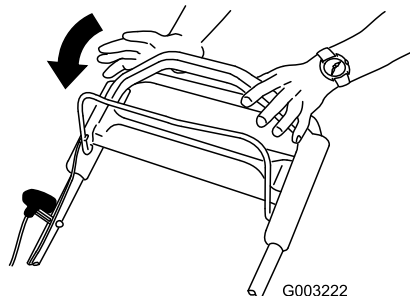

Figure 17
1. Relâchez la barre de commande de la lame (Figure 17).